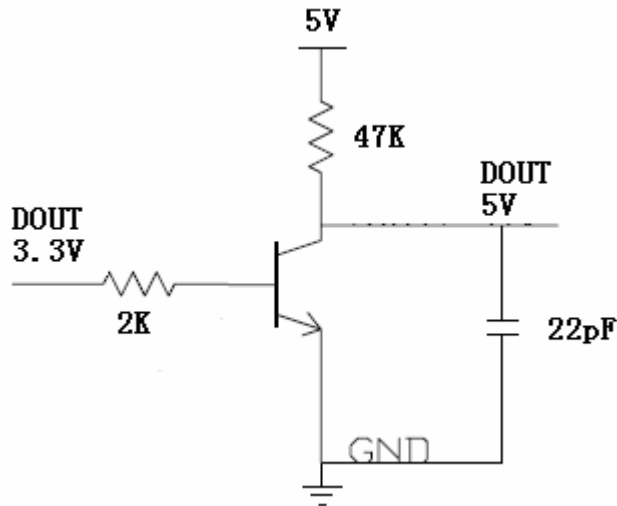

图 4
- **3.3V 转 5V** 可利用三极管反相器电路实现（如图 4），考虑到 SPI 的数据反相问题，需要在软件中进行取反操作；